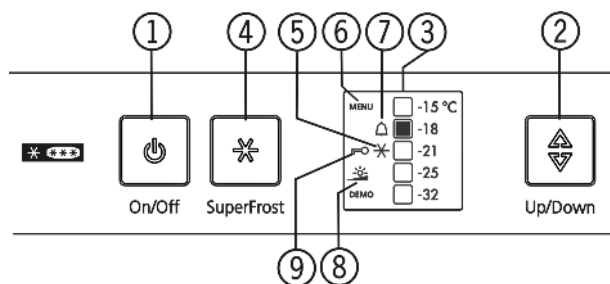

Fig. 3
- Le symbole SuperFrost Fig. 3 (5) et l'affichage de température clignotent.